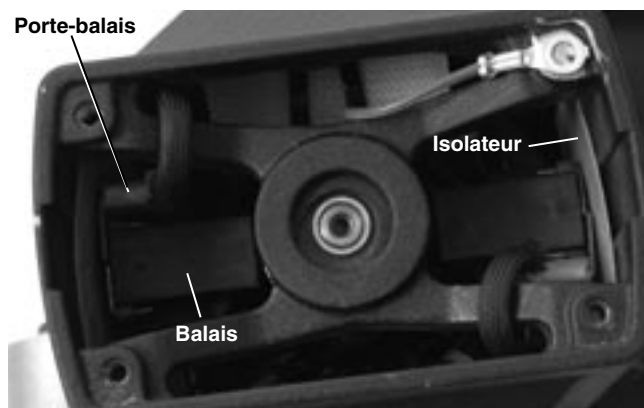

Figure 12 – Position des balais (capot moteur enlevé)
- Extrayez les balais du moteur à l'aide d'une paire de pinces, puis retirez-les de leur porte-balais (Figure 12).